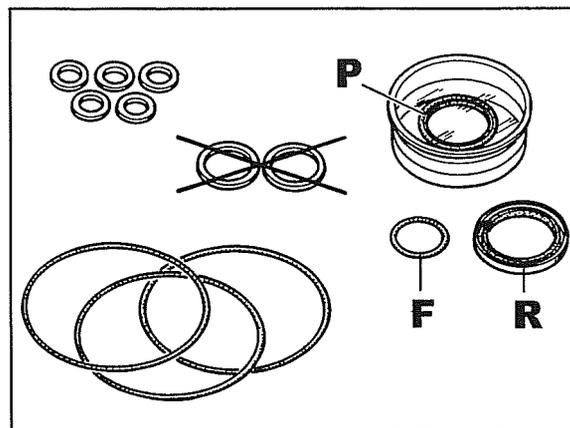

Fig. 63
6. En remontant remplacer le jeu d'anneaux et les rondelles d'étanchéité fig. 63.